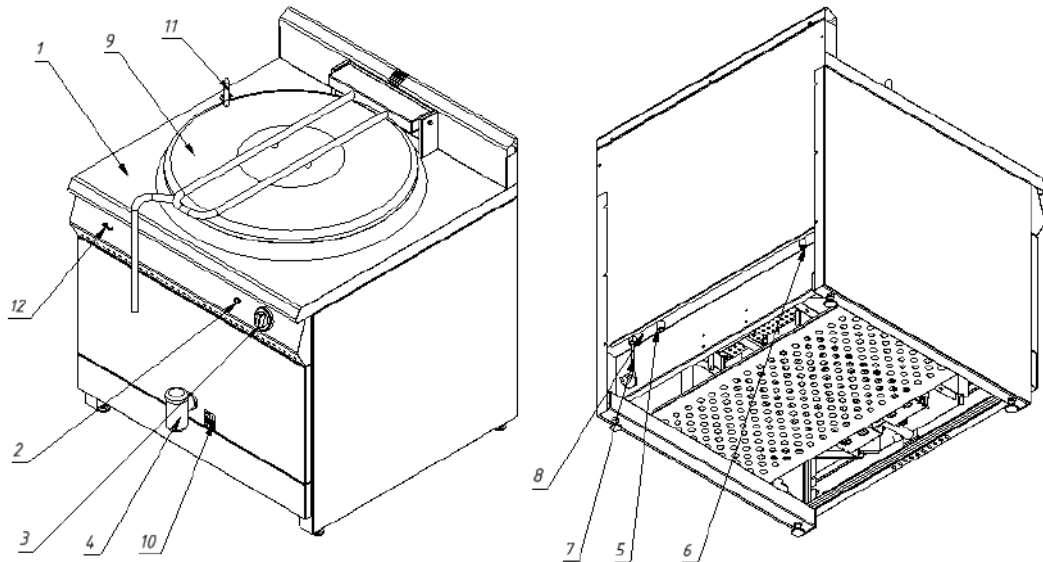

Рис. 2
5.1. Основные части изделия указаны на рис.2 и перечислены в таблице 3.
7.4 Подключить газ к штуцеру газопровода котла поз.5 рис.2 специалистами газовой службы гибкой подводкой газа.